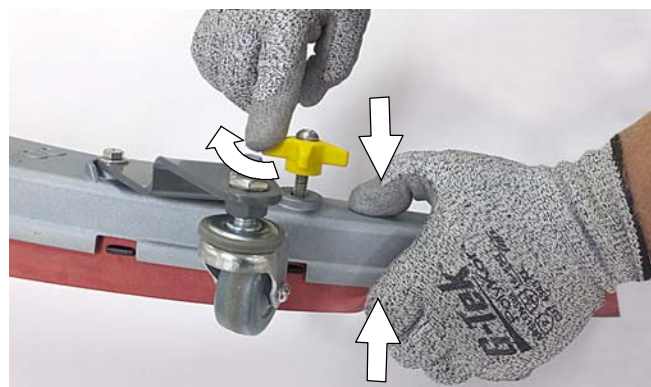

ABB. 134
5. Drücken Sie den Abstreifleistenrahmen und die Gummihalierung zusammen und ziehen Sie die zwei äußeren Knöpfe wieder an (Abbildung 134).